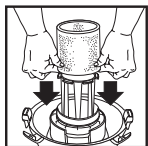

FIGURE 31
61. Avec le couvercle du réservoir dans une position renversée, glissez le manchon en mousse vers le bas, au-dessus du couvercle en tirant jusqu'à ce que le manchon en mousse couvre complètement le couvercle. **FIGURE 31.**